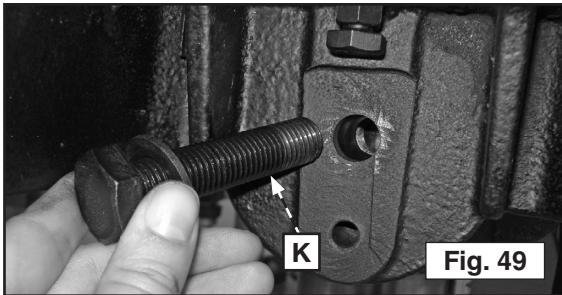
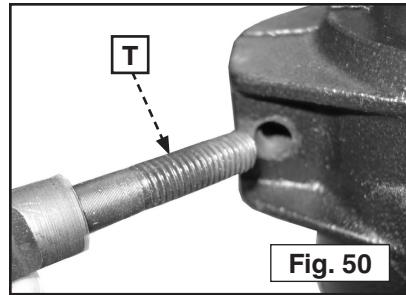

Fig. 49
Fig. 50
Ocasionalmente retire el perno de compresión de la articulación (K) Fig. 49 y el perno de compresión de la mesa (T) Fig. 50 y limpie todo el polvo y otros desechos. También asegúrese de limpiar cualquier polvo o desecho que haya en el orificio con un cepillito (como un cepillo de dientes viejo).